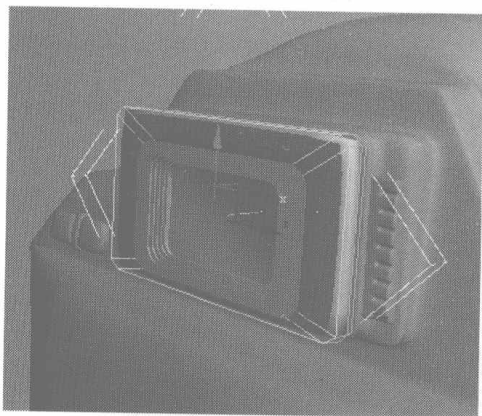
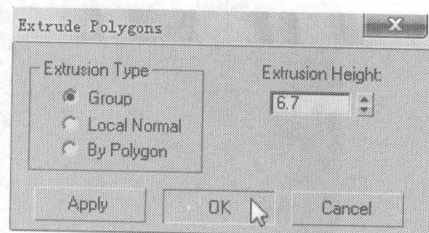
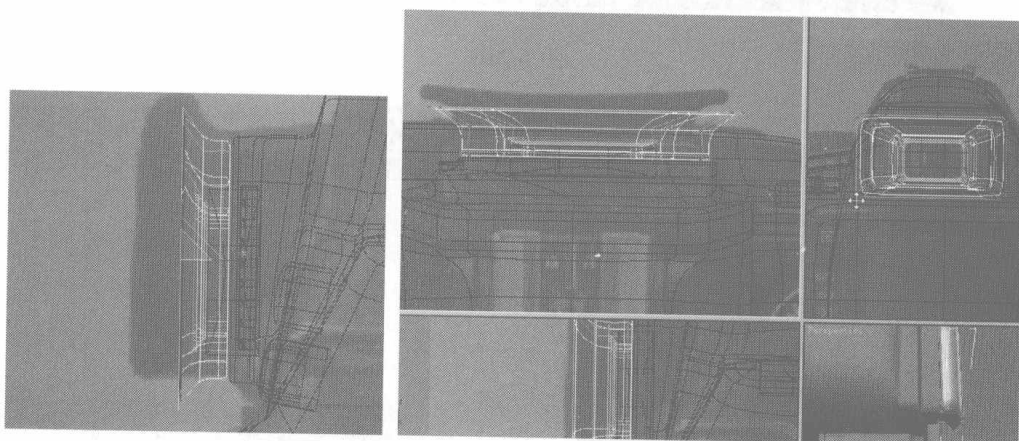

图 6.220
图 6.221
图 6.222
- 05** 选择如图 6.220 所示的面，在 Edit Polygons 卷展栏中单击 **Extrude** 右侧的小按钮，在弹出的对话框中设置挤压参数，如图 6.221 所示。再用缩放工具将挤压的面进行适当的调整，如图 6.222 所示。